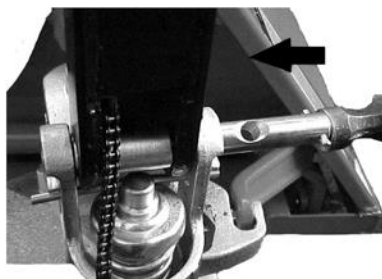

Fig. 6 Asamblarea axului
- a) Introduceți brațul timonei (1) în pistonul pompei, apoi folosiți un ciocan pentru a introduce axul cu orificiu în pompa hidraulică și în brațul timonei (Fig. 6).